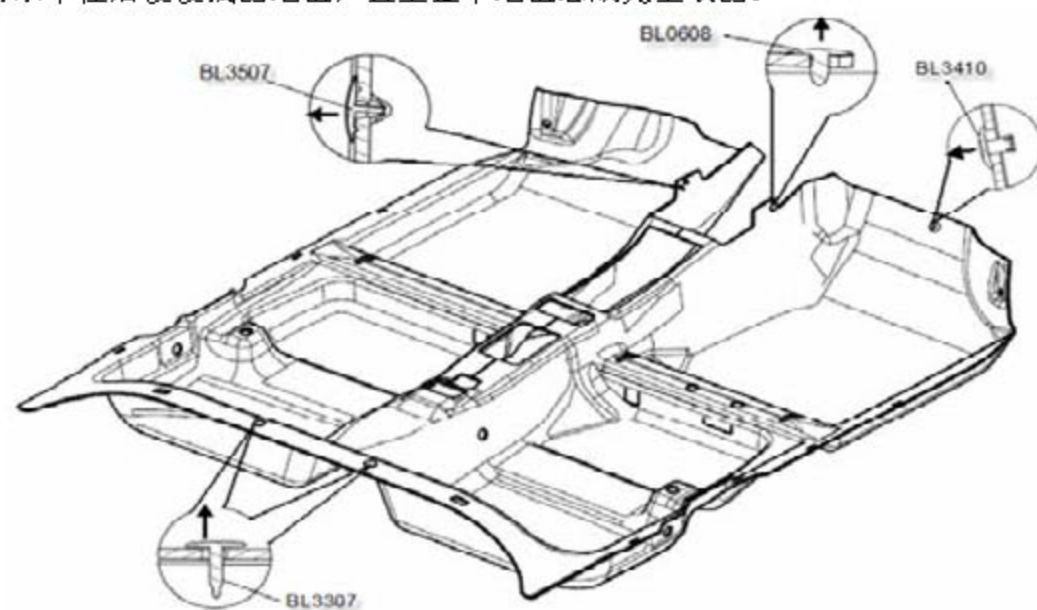

图 7-1-2 地毯安装结构图
A). 地毯固定卡扣: 用一字螺丝刀轻轻撬起卡扣头部, 然后用手向上将其取出。相同的方法即可将图 7-1-2 所示卡扣拆卸完毕, 然后双手拉起地毯的后部边缘, 再水平往后慢慢拽出地毯, 直至整个地毯总成完全取出。